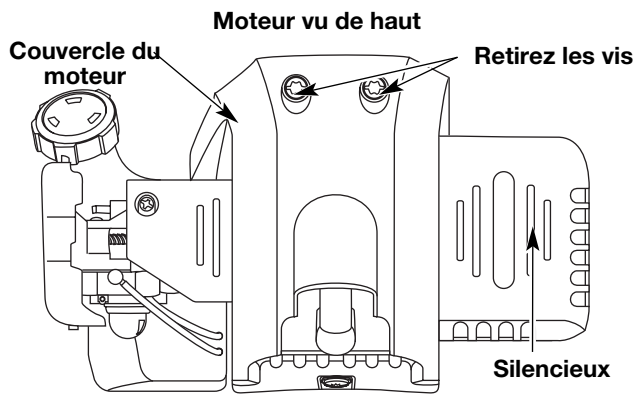

Figure 37
2. Enlevez les deux vis (2) du haut du couvercle du moteur à l'aide d'un tournevis à lame plate ou T-20 Torx (Fig. 37).
6. Déposez le couvercle du moteur (Fig. 37).